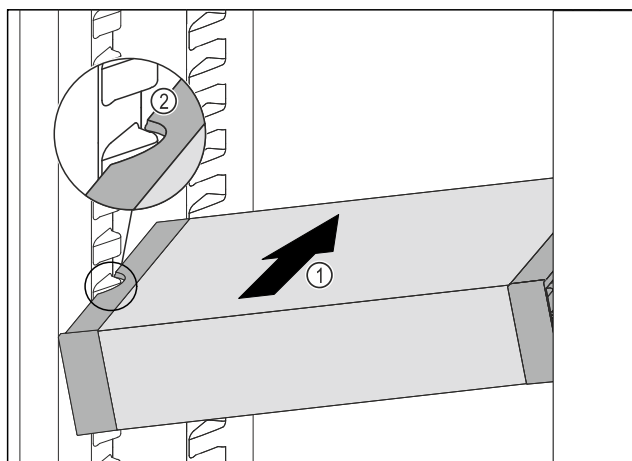

Fig. 117
- Futni pjerrtas VarioSafe në pjesën e ftohjes Fig. 117 (1), derisa fole të anësore Fig. 117 (2) të VarioSafe të jenë në lartësinë e brinjëve të kutisë në pjesën e ftohjes.